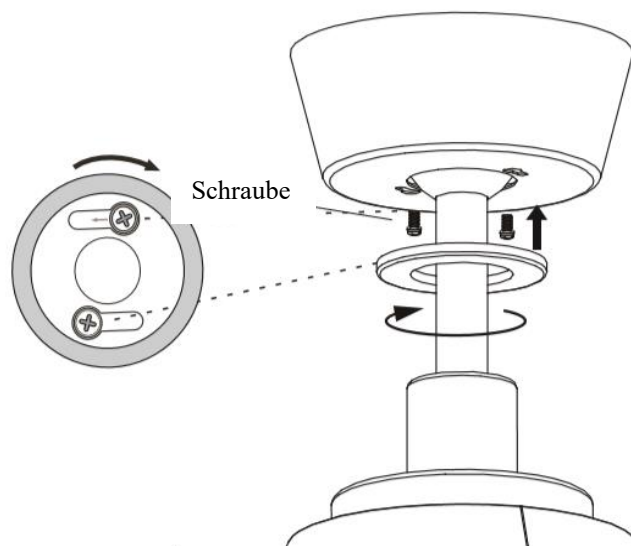

Abb. 9
**MONTAGE DES BALDACHINS (Abb. 9)**